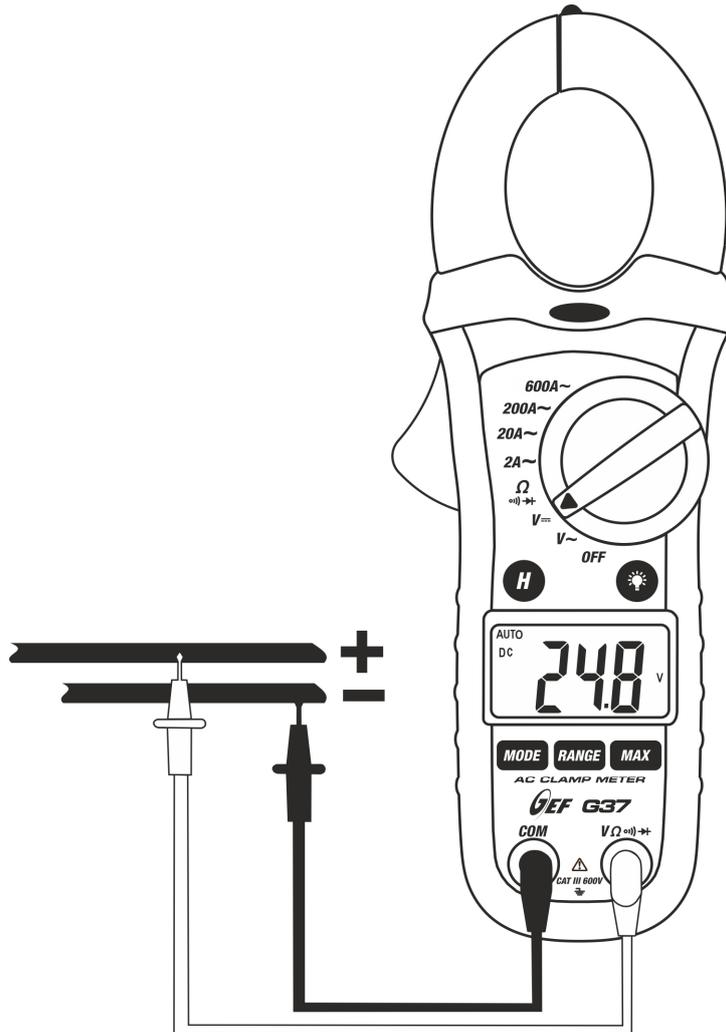

Fig. 2: Uso de la pinza en medida de Tensión CC
3. Inserte las puntas de prueba en los terminales, la punta roja en el terminal "**VΩ→+)**" y la punta negra en el terminal **COM** (ver Fig. 2)
4. Inserte las dos puntas de prueba en el punto deseado del circuito (ver Fig. 2), luego el instrumento mostrará el resultado
6. Para la medida de tensión CC el símbolo "-" en el visualizador indica que el valor de la tensión está invertida respecto a la conexión de la Fig. 2